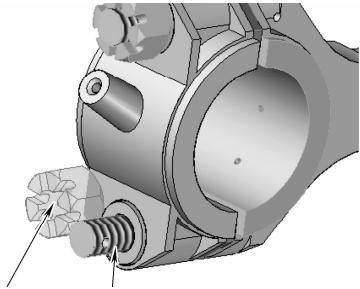
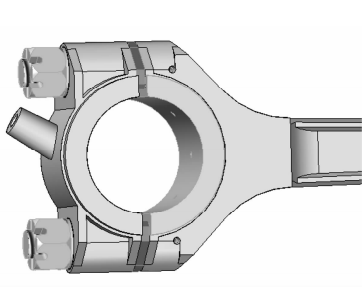

图 8-103 选取配合面
图 8-104 轴对齐装配
(5) 在上方的【装配】命令条中选择  【锁定旋转】按钮，单击如图 8-103 所示的位置进行【轴对齐】装配，装配后如图 8-104 所示。